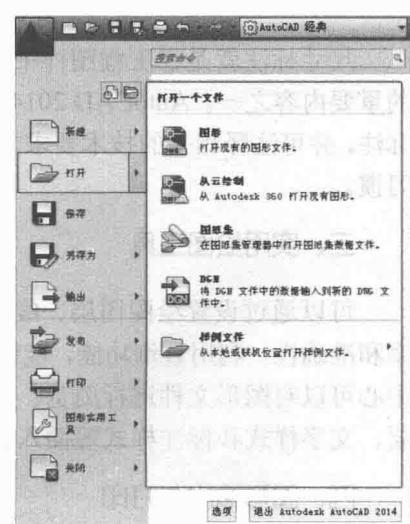

图 1-2 “菜单浏览器”菜单
(1) 菜单浏览器。AutoCAD 2014 对“菜单浏览器”按钮做了简化，单击▲按钮，弹出 AutoCAD 的文件操作菜单，如图 1-2 所示。